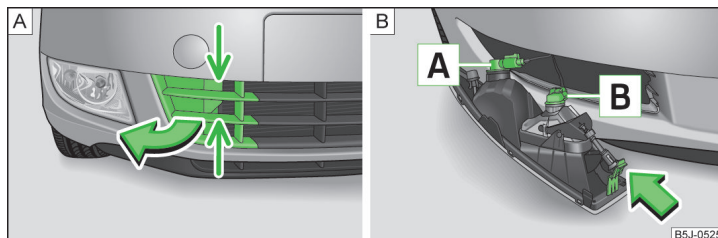

Abb. 158 Vorderer Stoßfänger: Schutzgitter / Ausbau des Nebelscheinwerfers
Glühlampenanzordnung » Abb. 158.
› **Abb. 158 - A** und die Abdeckkappe in Pfeilrichtung herausnehmen.
- › Die Hand in die Öffnung im Schutzgitter führen und die Rastnase **› Abb. 158 - B** in Pfeilrichtung drücken.